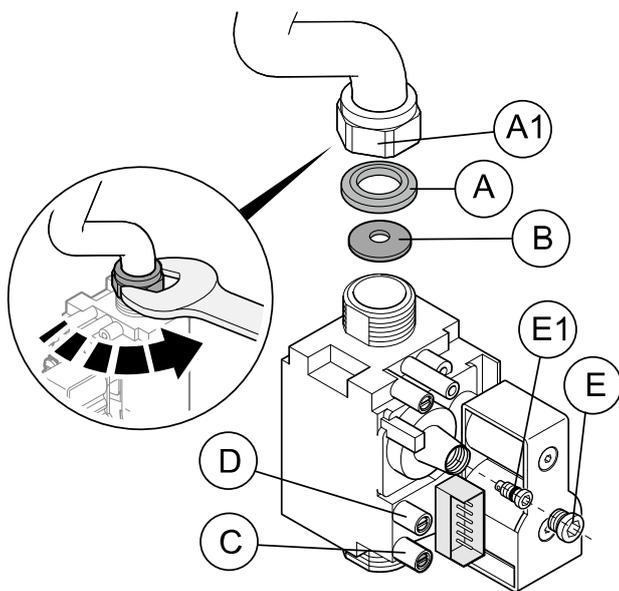

Figura 1
H.3 Regolazione valvola gas (fare riferimento alla Figura 1)